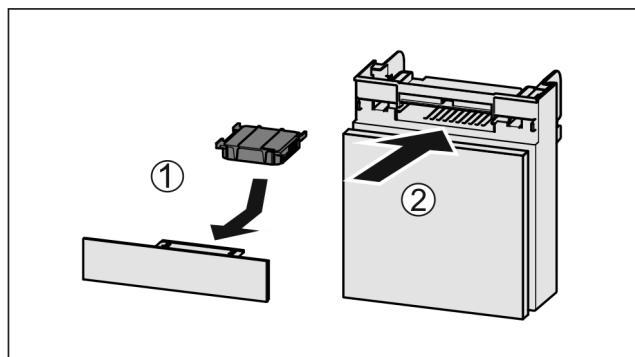

Fig. 35
- ▶ 按图装入 Fig. 35 (1) 活性炭过滤器。
- ▶ 推入 Fig. 35 (2) 抽屉。